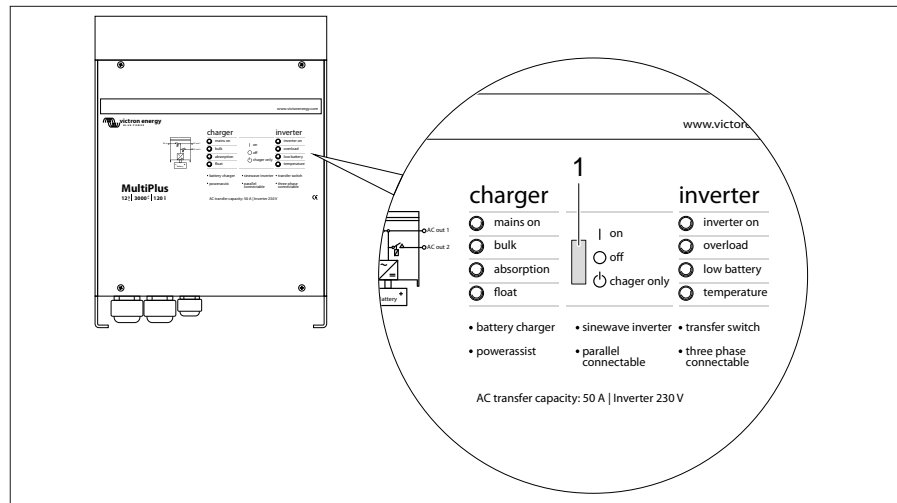

Bild 240 Wechselrichter MultiPlus
Zur ordnungsgemäßen Funktion des Digital Multi Control Panels muss der Kippschalter am Wechselrichter MultiPlus (Bild 240,1) auf "on" stehen.
Stellungen des Kippschalters (Bild 240,1)
- ▷ Liegt kein 230-V-Anschluss an und das Fahrzeug wird länger nicht benutzt, muss der Kippschalter (Bild 240, 1) auf "off" stehen. Ansonsten kann es sein, dass die Batterien nach spätestens 3-4 Tagen leer sind.